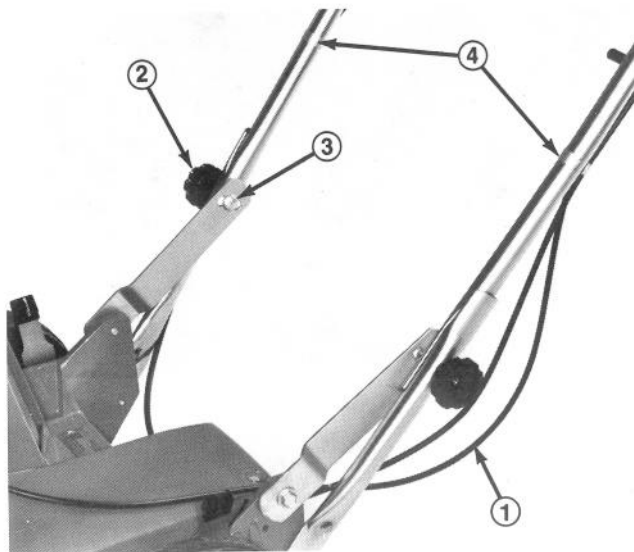

Abb. 2
2. Jeden Knauf und gekurvte Kopfbolzen lösen. Sicherstellen, dass die Kabel hinten und auf der Innenseite der Griffe sind (Abb. 2). Klinkenloch